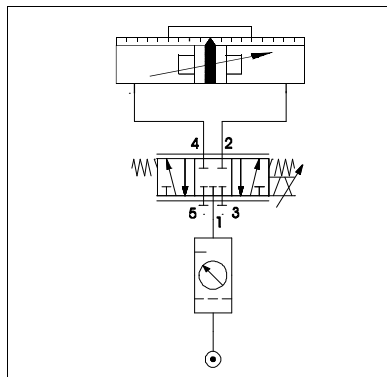

Fig. 10/Bild 10
- Per l'azionamento del DGPI(L)-... utilizzare una valvola proporzionale di controllo portata tipo MPYE-... .Per collegare i tubi senza il suddetto dispositivo v. Fig. 10.
- Använd en proportionalventil av typ MPYE-... för styrning av DGPI(L)-... För slanganslutning utan pneumatiskt NÖDSTOPP se bild 10.